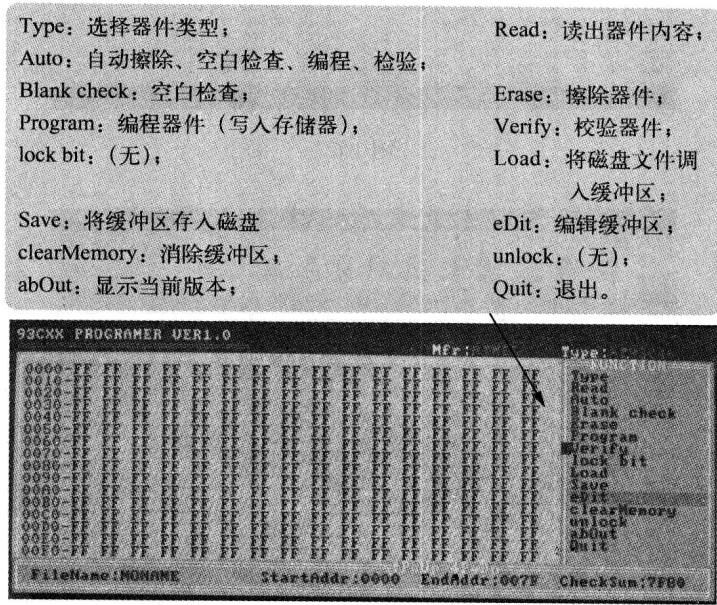

图 1-5 93C××系列存储器操作界面
(1) 将存储器数据保存到计算机中
① 双击“93××”图标,屏幕上出现操作界面,如图 1-5 所示。
② 单击“Type”项,选择 93C 系列存储器的型号。